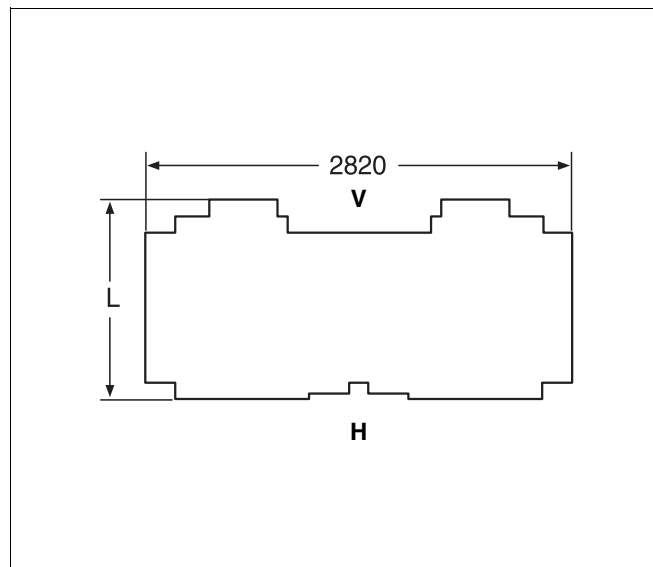

Рис. 32 Теплоизоляционный элемент
- Поставляемые теплоизоляционные элементы (таб. 1) соответствуют типоразмеру котла. Расположить теплоизоляционный элемент на котловом блоке так, как изображено на рис. 32.